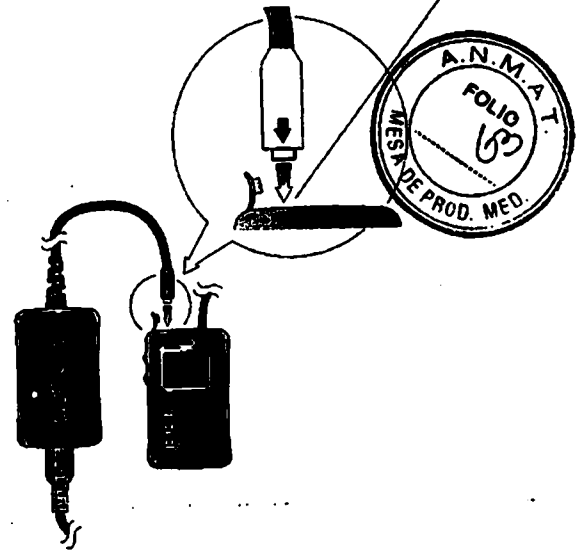
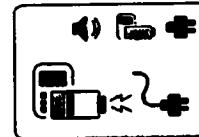

Figura 4.3 Conecte el recargador a la fuente de alimentación de corriente alterna.
Figura 4.4 Pantalla Sesión de carga del recargador.
2. Conecte el recargador a la fuente de alimentación de corriente alterna (Figura 4.3). Al conectar el recargador a la fuente de alimentación de corriente alterna, comenzará automáticamente a cargarse y aparecerá la pantalla **Sesión de carga del recargador** (Figura 4.4).